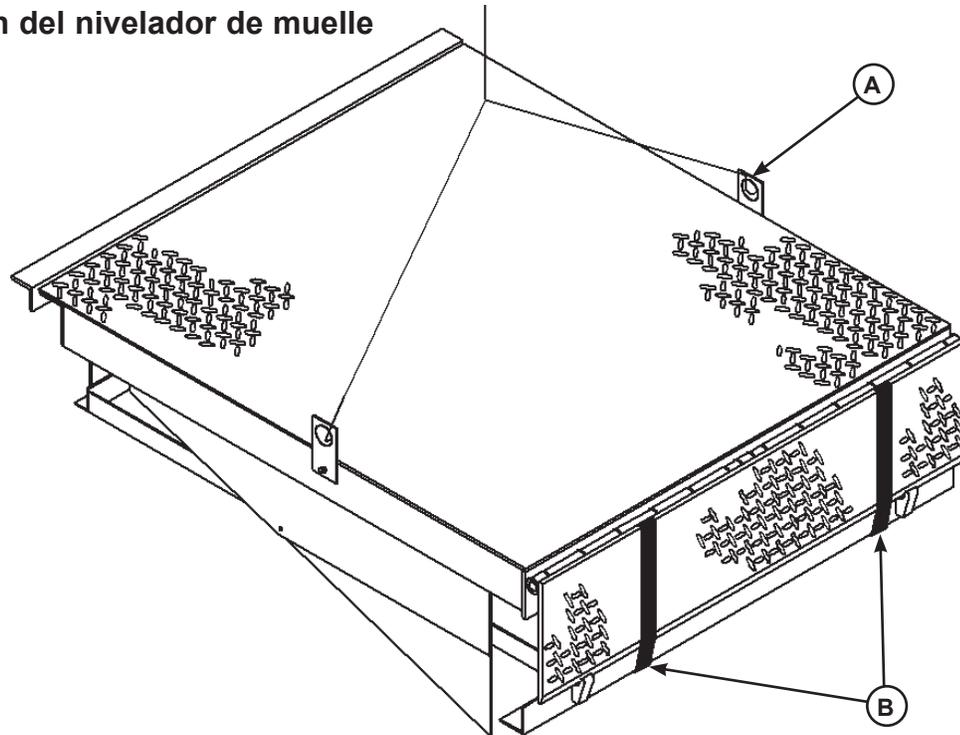

Figura 6
Los niveladores de muelle DLM se envían con soportes de elevación (A) fijados a las vigas laterales de la plataforma, y cintas de transporte (B) alrededor del labio de la plataforma y del bastidor del nivelador (consulte la Figura 6).